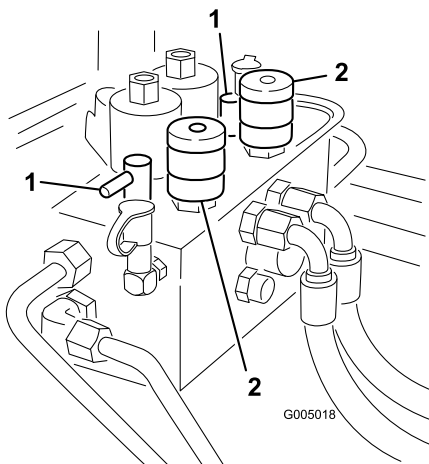

Figure 83
3. Localisez les boutons de sélection de vitesse des cylindres et les boutons de rodage (Figure 83). Tournez le(s) bouton(s) voulu(s) à la position de rodage et le(s) bouton(s) de sélection de vitesse des cylindres à la position 1.